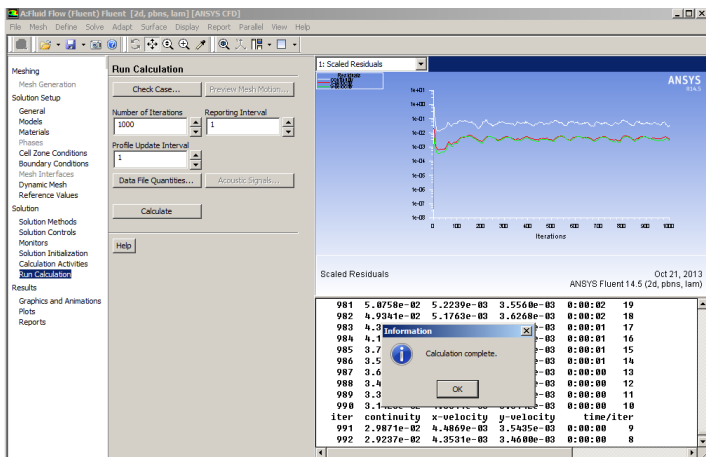

Рис. 37 - Вкладка *Run Calculation* и процесс поиска решения
*Calculate* (вычислять). При этом начнётся процесс поиска решения (рис. 37). При поиске решения в графическом окне отображается график переменных, так называемых *невязок* (*Residuals*) по количеству решаемых уравнений, а в текстовом окне выводится таблица изменения невязок от итерации к итерации. Когда будет завершено требуемое количество итераций или на какой-то итерации все невязки окажутся меньше установленного по умолчанию значения (0.001), решение считается сошедшимся (*Solution is converged*), и расчёт заканчивается с появлением окна сообщения, в котором нужно нажать *OK*. Расчет необходимо проводить до линеаризации невязок.